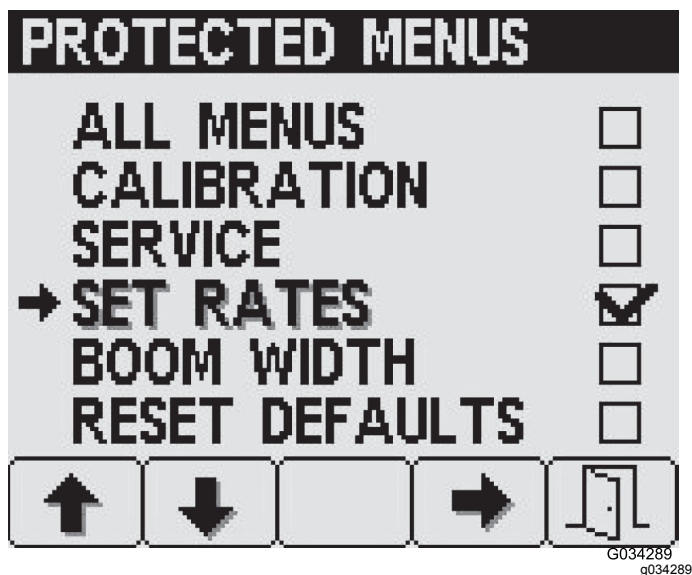

Figura 23
3. Prima o botão 4 para seleccionar ou não seleccionar cada item de menu protegido (Figura 23).